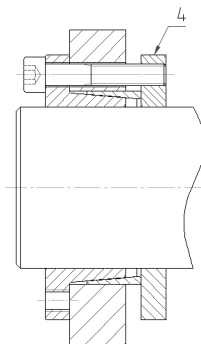

Fig. 2
- Per l'applicazione tipo B – mozzo fisso (fig. 2), il mozzo va posizionato in contatto con la flangia dell'anello interno [1]. La flangia posteriore [4] non è fornita con il calettatore. L'applicazione tipo B necessita di viti più lunghe, rispetto a quelle fornite col calettatore. Coppia trasmissibile e pressioni di contatto = 1 x valori a catalogo.